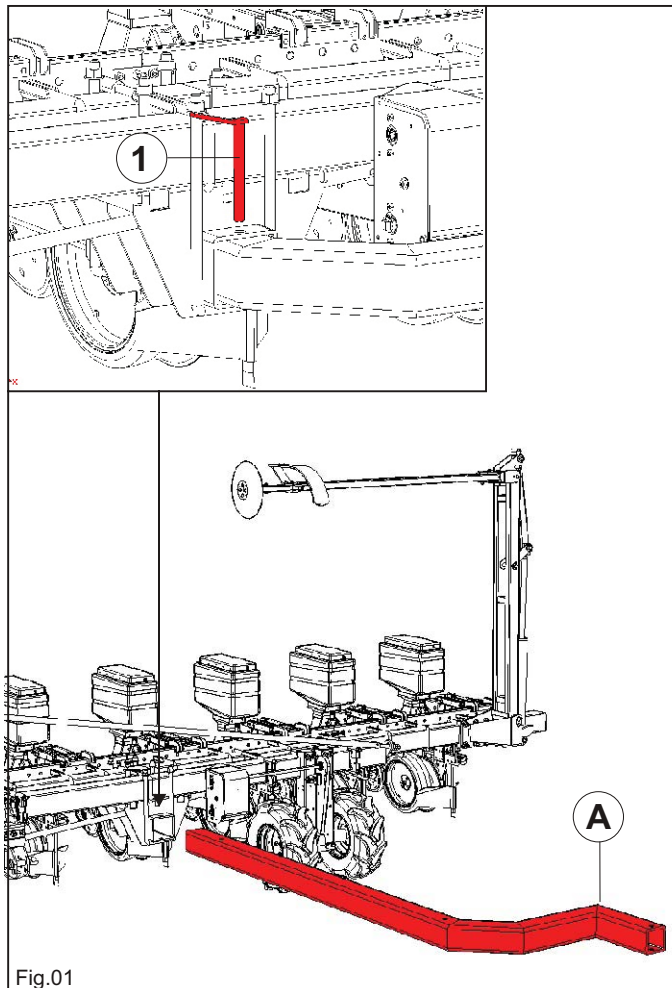

Fig.01
- Montare il telaio supporto ruote **A** fissandolo con le spine **1** (Fig.01).